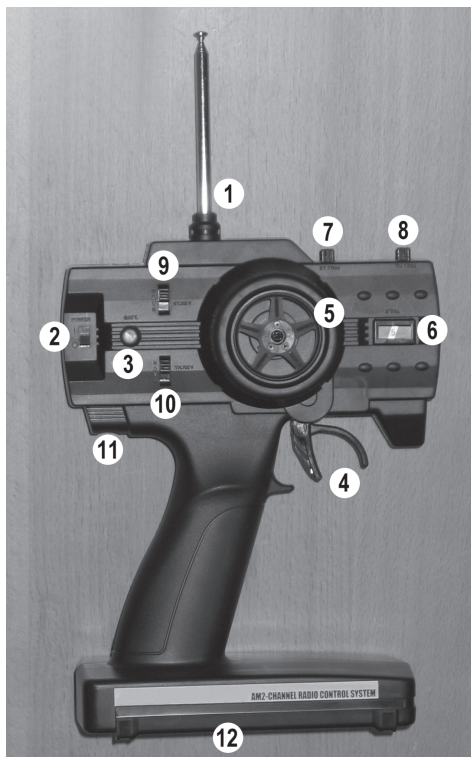

Figure 1
Si l'entraînement du véhicule démarre bien que le levier de gaz/frein soit en position neutre, réglez la compensation sur l'émetteur (Régleur de compensation « TH.TRIM » pour les gaz/frein, voir figure 1, pos. 8) jusqu'à l'arrêt du moteur.
Si la voiture tendait à tirer vers la gauche ou vers la droite, réglez le compensateur de direction de l'émetteur en conséquence (régulateur de compensation « ST.TRIM », voir figure 1, pos. 7).